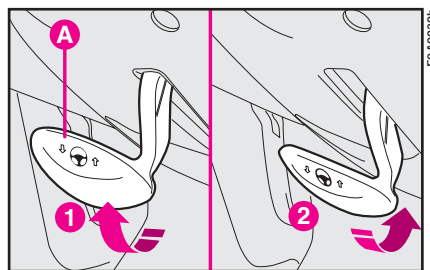

рис. 63
- 1) Переведите рычаг **A** (рис. 63) в положение 1.